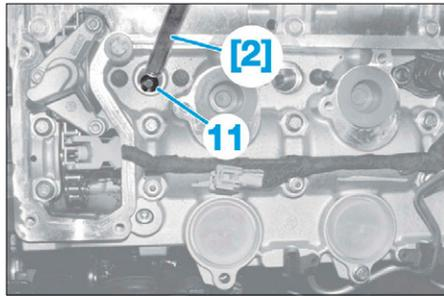

FIG. 56
- Poser l'outil [2] sur le joint cuivre dans le puits d'injecteur (Fig.56).